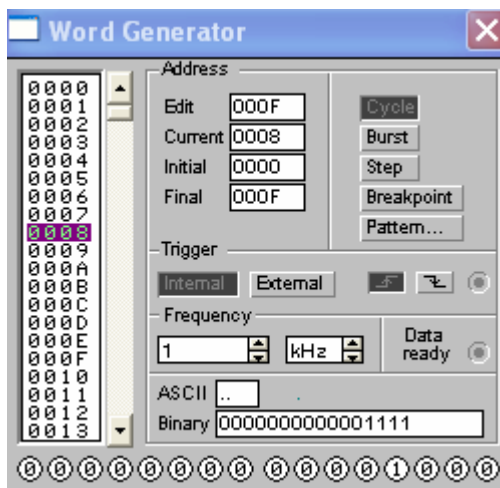

Рисунок 8
1.11.2 Ознакомьтесь с возможностями *генератора двоичных слов (Word generator)* (рисунок 8), который предназначен для формирования последовательностей цифровых сигналов. Необходимая последовательность задается в виде списка 4-разрядных шестнадцатеричных слов.